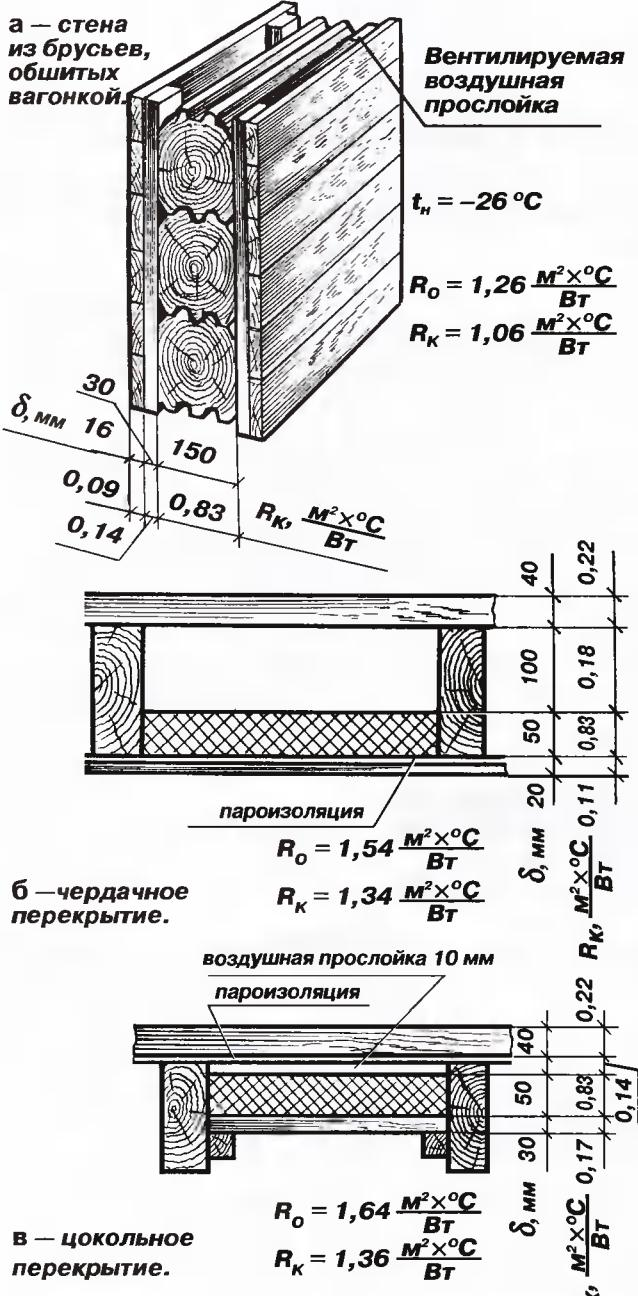
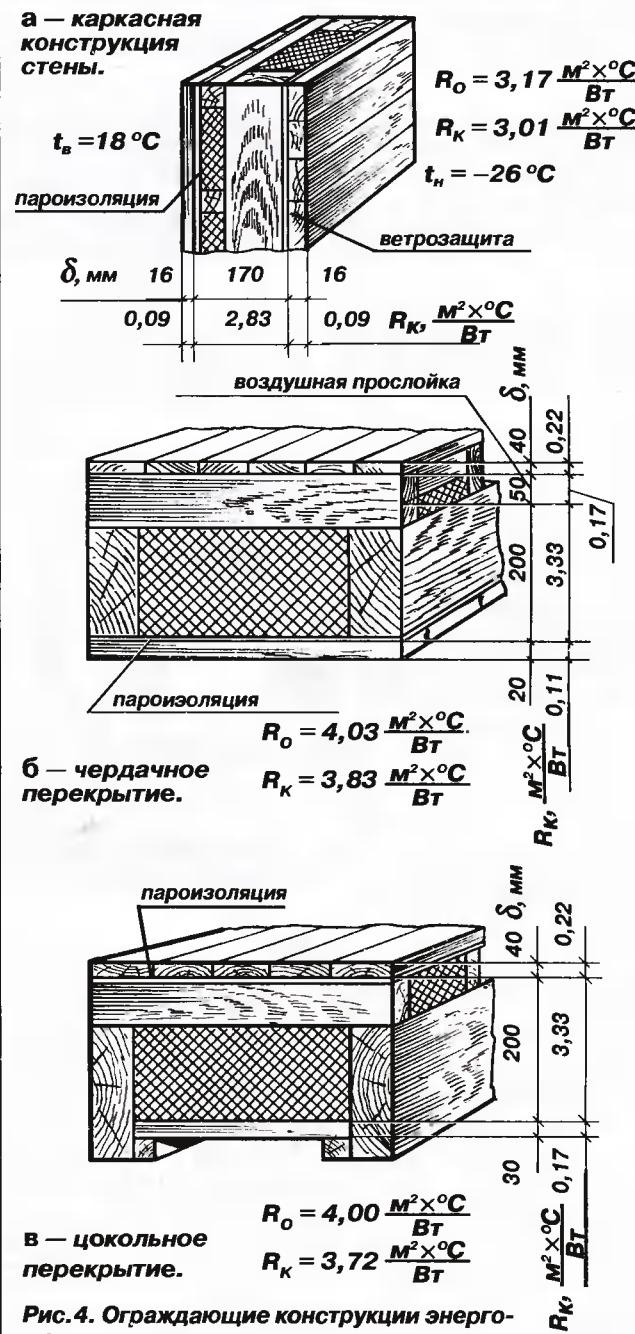

Рис.3. Основные ограждающие конструкции обычного дома.
Рис.4. Ограждающие конструкции энергосберегающего дома.
Вариант 1. Наиболее распространенная конструкция (рис. 3, а, б, в): стены из брусьев сечением 150x150 мм, обшитые с двух сторон вагонкой; перекрытия утеплены минватой толщиной 50 мм (например, типа "ISOVER").
Вариант 2. Энергосберегающий дом (рис. 4, а, б, в). Его перекрытия имеют слой утеплителя (минваты) толщиной, большей, чем высота балок, поэтому на балках расположены лаги.
Термическое сопротивление ограждающих конструкций, показанных на рис. 4, отвечает требованиям СНиП по условию энергосбережения (наиболее высокие требования).
Термическое сопротивление воздушной прослойки, вентилируемой наружным воздухом и самой наружной обшивки приняты равными нулю (рис. 3, а).
На рис. 3, а, б, в даны значения: R_o — полное термическое сопротивление, R_k — термическое сопротивление конструкции.
Рассчитав теплопотери для всех ограждающих конструкций обоих вариантов дома (рис. 3 и 4), получим следующие результаты.
1. Затраты на дополнительное утепление не пропали даром. В самых суровых зимних условиях энергосберегающий дом (рис. 4) будет терять всего 2 кВт тепловой мощности, а обычный дачный дом (рис. 3) таких же размеров и расположенный на участке таким же образом — 4,2 кВт, то есть больше, чем в 2 раза. Во столько же раз больше он будет потреблять энергии (а хозяева — тратить денег) для поддержания постоянной температуры внутри (при отсутствии щелей и правильно выполненных пароизоляции и ветрозащите).